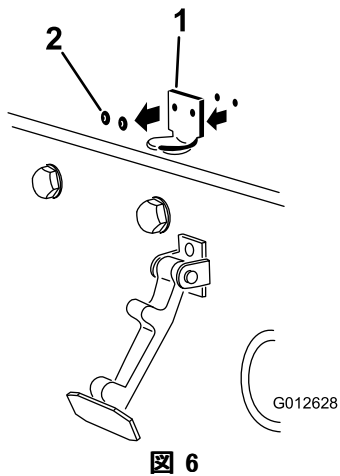

図 6
2. フードラッチブラケットをフードに固定しているリベット (2本) を外す (図 6)。フードからフードラッチブラケットを取り外す。